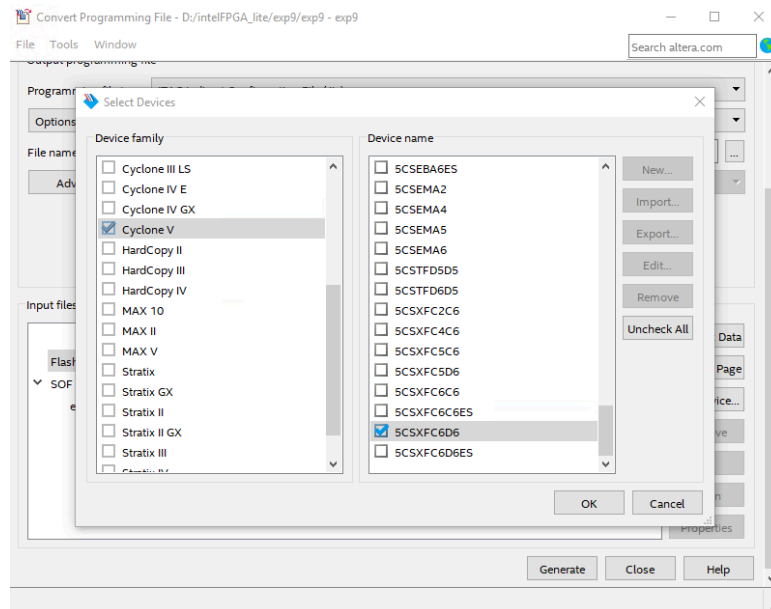

图 1-4: 编程器头选择界面
7. 选择需要添加的编程头，点击 **Flash loader**，然后点击 **Add Device**，出现图 1-4 对话框。